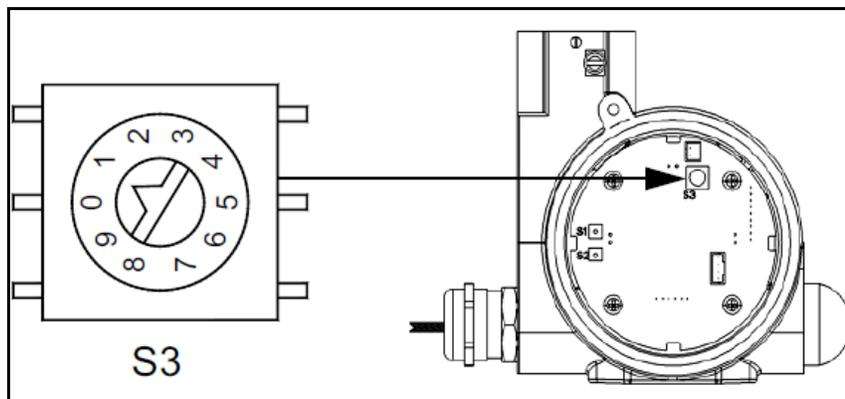

Figure 11: Emplacement du commutateur S3
1. Retirez le cache de l'autre côté du compartiment de câblage pour accéder au commutateur S3 (voir Figure 11 ci-dessous).